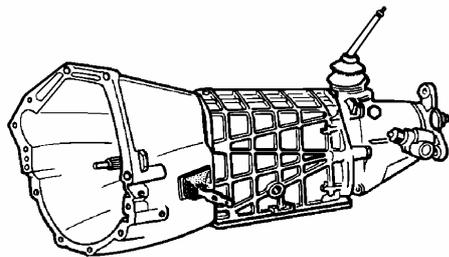

Рис.1. КП 2101-1700010, 2103-1700010,
- запрессовать наружные кольца подшипников 10, рис.1, дифференциала в картер 1 сцепления и в картер 33 коробки передач (оправка 67.7853-9575, молоток);
- снять картер 33, рис.1, коробки передач, извлечь дифференциал 13 (головка сменная 13, гайковерт типа ИП-3111);